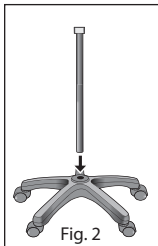

Fig. 2
2. Inserte el poste negro en la base; con el extremo más pequeño hacia abajo, el extremo abierto hacia arriba, Fig 2.